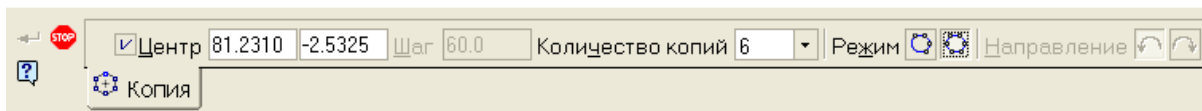

Рис. 102
12.5 У полі **Количество копий** на **Панели свойств** ввести кількість кіл - шість і нажати кнопку **Вдоль всей окружности** (рис. 102).